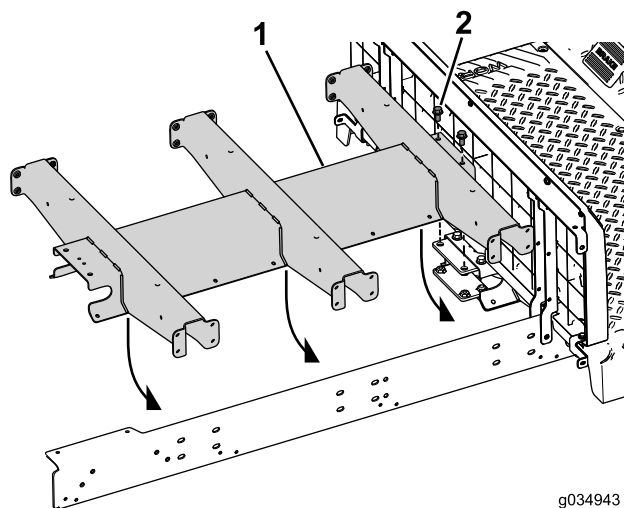

Figura 73
4. Insira os dois parafusos (3/8 x 3 3/4 pol.) e as anilhas através do canal central e da montagem traseira (Figura 73).